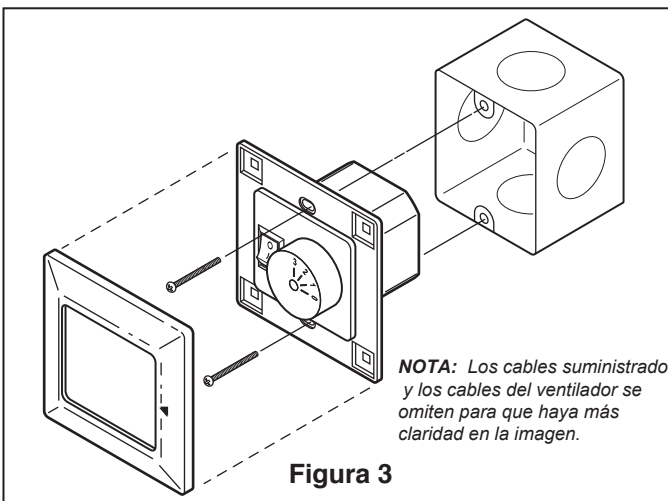

Figura 3
1. Fije bien la abrazadera para colgar a la caja de salida con los tornillos y las arandelas provistas con la caja de salida. (Figura 3)
- Fije la placa de la pared a la parte frontal del control del interruptor. (Figura 3)